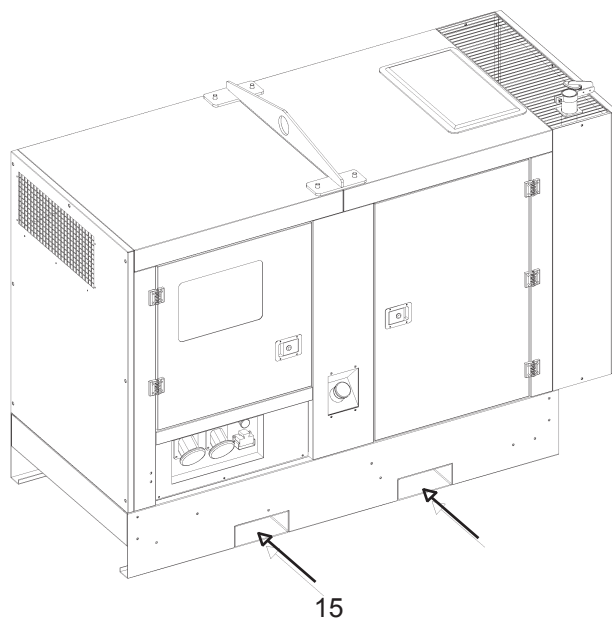

Рис. 2
- особую цепь, которую надо связать с центральным крюком поднятия (Рис.2)